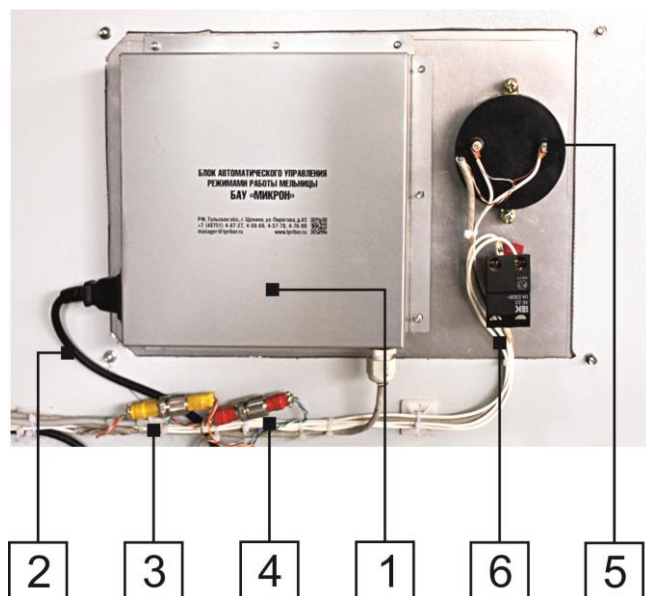

Рис. 28. Замена панели управления.
Для того, чтобы демонтировать (Рис. 28) панель управления необходимо обесточить пульт БАУ, отсоединить от основного блока (1) кабель питания (2), рассоединить разъемы (3, 4), отсоединить два провода от амперметра (5) и два провода от кнопки «ОБЩИЙ СТОП» (6), после чего отвернуть четыре гайки М4 и снять панель.